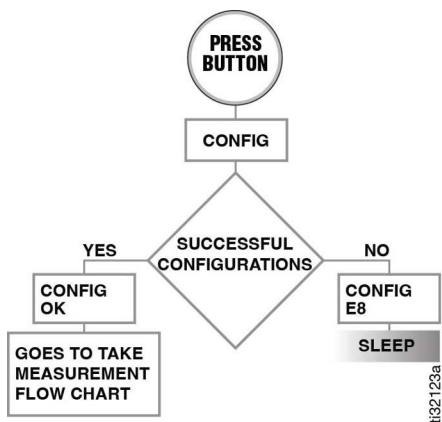

FIG. 4
- Appuyer à nouveau sur le bouton Afficher (A) pour configurer le contrôleur de niveau de cuve (TLM) avec un nouveau profil.
- L'écran affiche CONFIG OK, comme indiqué à FIG. 4, page 6, lorsque le contrôleur de niveau de cuve (TLM) est configuré avec le nouveau profil.
Si le contrôleur de niveau de cuve (TLM) n'a pas été configuré avec un nouveau profil par le logiciel Pulse, le message d'erreur CON-FIG E8 s'affiche (Étape 2, FIG. 4).